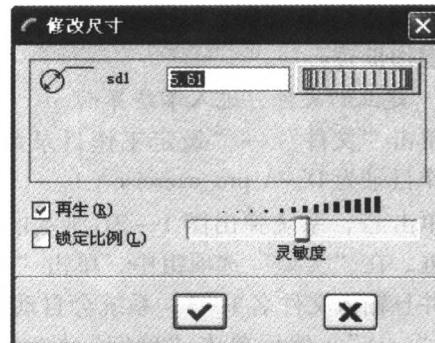

图1-24 “修改尺寸”对话框
**方法二：**单击草绘工具栏上的 $\text{F}$ 按钮，然后再单击要修改的尺寸，弹出如图1-24所示的对话框，在其中输入相应的数值。